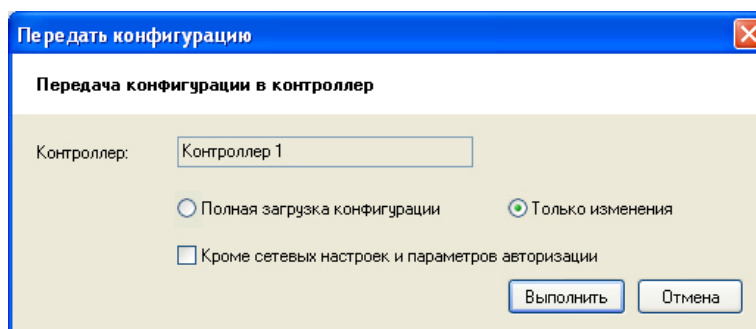

Рисунок 33
- 12) В окне "Выбор контроллера" выберите запись с исходным адресом и нажмите кнопку "Выбрать". На экране появится окно выбора типа загрузки данных (см. Рисунок 33).
- 13) В окне "Передать конфигурацию" выберите "Только изменения", убедитесь, что НЕ отмечена кнопка "Кроме сетевых настроек и параметров авторизации" (см. Рисунок 33) и нажмите кнопку "Выполнить".